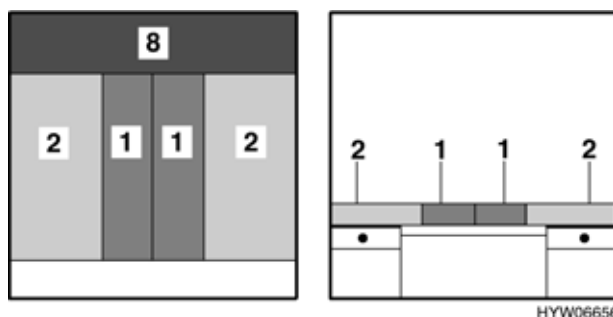

Fig. 51 Dopo la trasformazione
- Posizionare i due cuscini dello schienale (Fig. 51,1) al centro.
- Piazzare i cuscini aggiuntivi (Fig. 51,8) tra i cuscini dello schienale/del divano e la parete.